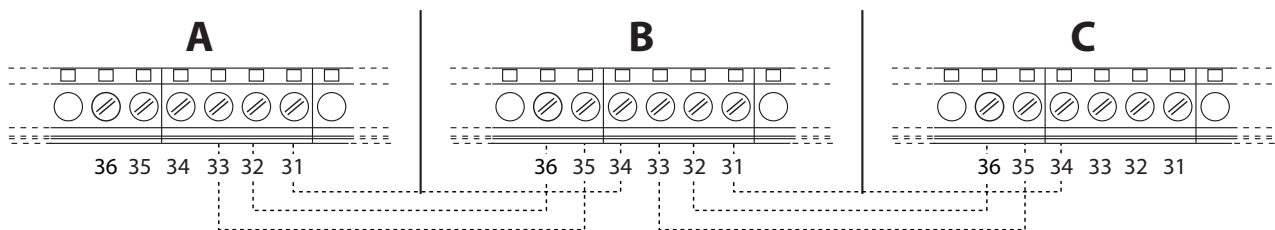

fig. 56- Raccordement en cascade
1. Relier les modules comme le montre la fig. 56 (**exemple avec 3 modules**)
Si cela ne se produit pas, couper l'alimentation électrique et contrôler le câblage fig. 56.